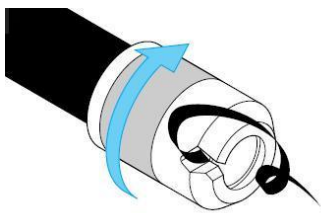

Bild 1
1. Rohr mit Anschläuhülse von Hawle Nr. 6000 oder mit gleichwertigem Produkt anschrägen (siehe Bild 1)